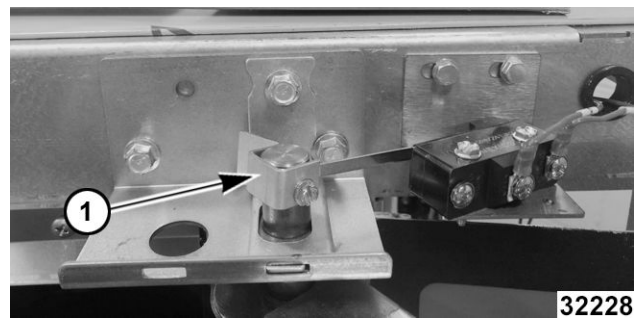

Fig. 46
2. If servicing right side door, remove door switch lever (1, Fig. 46).